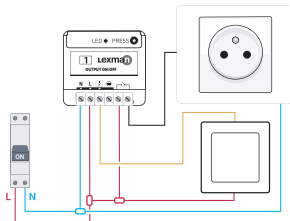

Figura 3
3. Passare il cavo sul ricevitore ON/OFF secondo lo schema (figura 3).